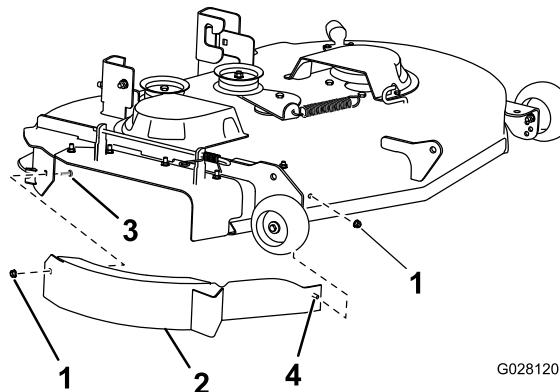

Figura 4
- Instale el deflector en el lado derecho de la carcasa de corte con un perno de cuello cuadrado (5/16 x 3/4 pulgada) y 2 tuercas con arandela prensada (5/16 pulgada), según se muestra en Figura 4.